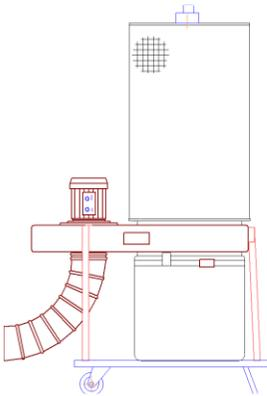

Рис. 1
I. УВП-2000 –ФКЗ - Установки на основании с двумя колесиками и опорой, рис.1.